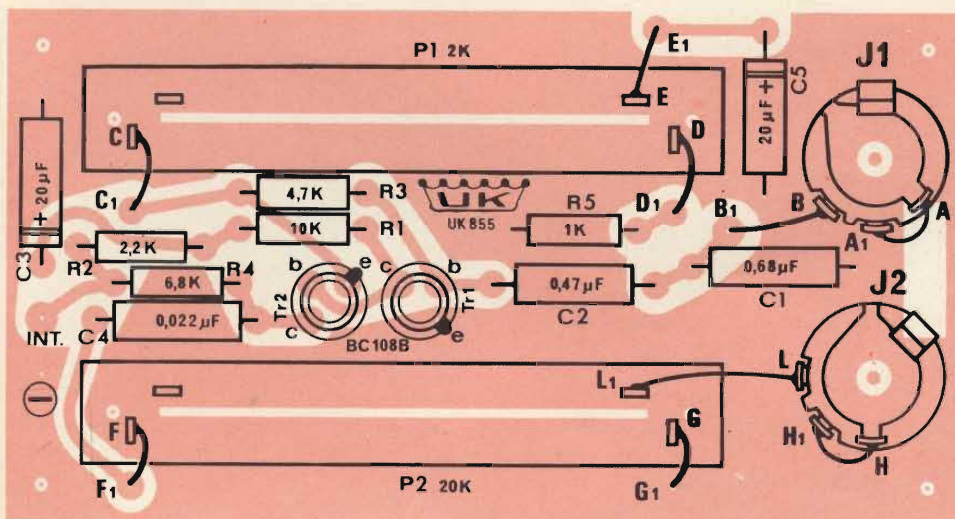

Fig. 2 - Basetta a circuito stampato vista dal lato componenti.
1) PREPARAZIONE DEL CIRCUITO STAMPATO - fig. 2